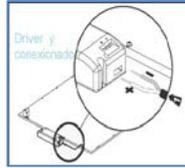

Figura 3
-Paso 3: Posteriormente realizar el conexionado del driver o fuente de alimentación con la red eléctrica (230 v) según → **Figura 3** (en algunos modelos puede ser necesario un bloque de conexión que NO se incluye con la luminaria suministrada, por lo que se aconseja la intervención de una persona cualificada.